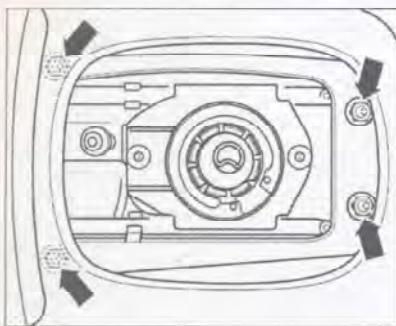

Рис. 7.336. Отверните гайки (стрелки) крепления корпуса механизма переключения передач.
3. Отверните гайки (стрелки) крепления корпуса механизма переключения передач (рис. 7.336). **Момент затяжки: 10 Нм.**